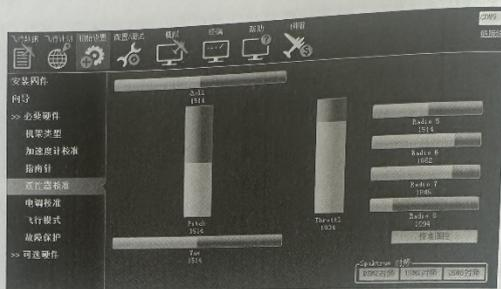

图 5-21 遥控器校准界面
③ 方向校准。打开遥控器开关，打开地面站软件，与飞控进行连接，在初始设置中选择遥控器校准界面，如图 5-21 所示。